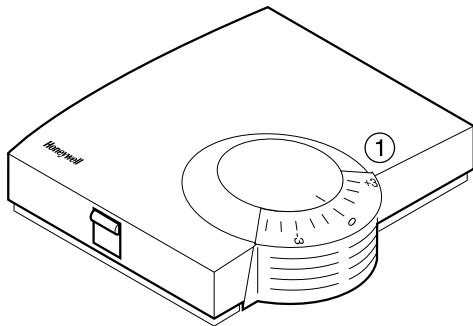

Figura 5: HCW 82
- ▶ Asigne con el mando (1) (véase Figura 5) el cambio deseado para la temperatura predefinida (graduación de la escala en $^{\circ}\text{C}$).
- ▶ Verifique si el mando se encuentra en la posición mostrada en la Figura 5.